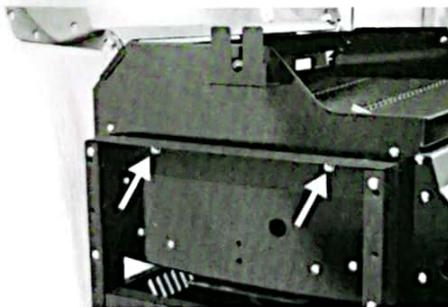

Abb. 20
23. Schrauben Sie die beiden Seitenabdeckungen rechts und links mit jeweils 2 kurzen Schrauben, Unterlegscheiben und Muttern am Grillgehäuse fest (Abb. 20/Pfeile).